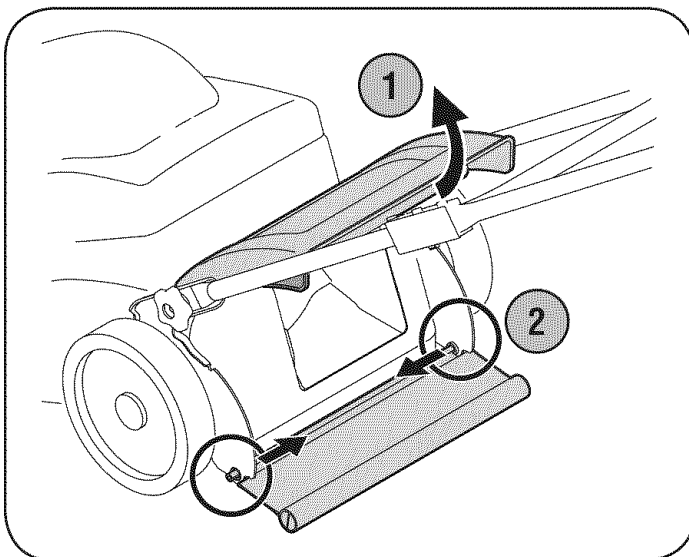

Figura 10
1. Para retirar el escudo posterior, levante la puerta trasera y doble (come) el escudo hacia adentro a cada lado para soltar las lengüetas de los orificios del bastidor de la cortadora. Vea la Figura 10.